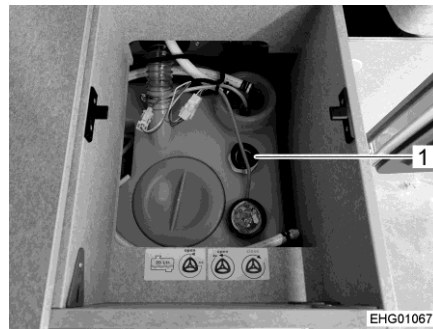

Bild 100 Drehgriff (Wasserablass)
- Öffnen:** ■ Drehgriff (Bild 100,1) auf dem Wassertank bis zum Anschlag entgegen dem Uhrzeigersinn drehen.
- Schließen:** ■ Drehgriff (Bild 100,1) auf dem Wassertank bis zum Anschlag im Uhrzeigersinn drehen.
- Öffnen:** ■ Auf dem Wassertank den Drehgriff (Bild 100,1) entgegen dem Uhrzeigersinn bis zum Widerstand drehen. Das Wasser läuft bis auf ca. 20 Liter aus.
- Schließen:** ■ Auf dem Wassertank den Drehgriff (Bild 100,1) im Uhrzeigersinn bis zum Anschlag drehen.